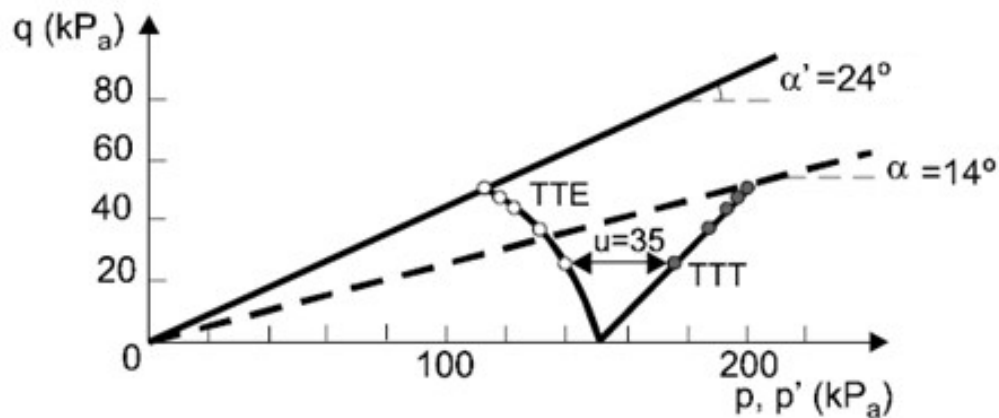
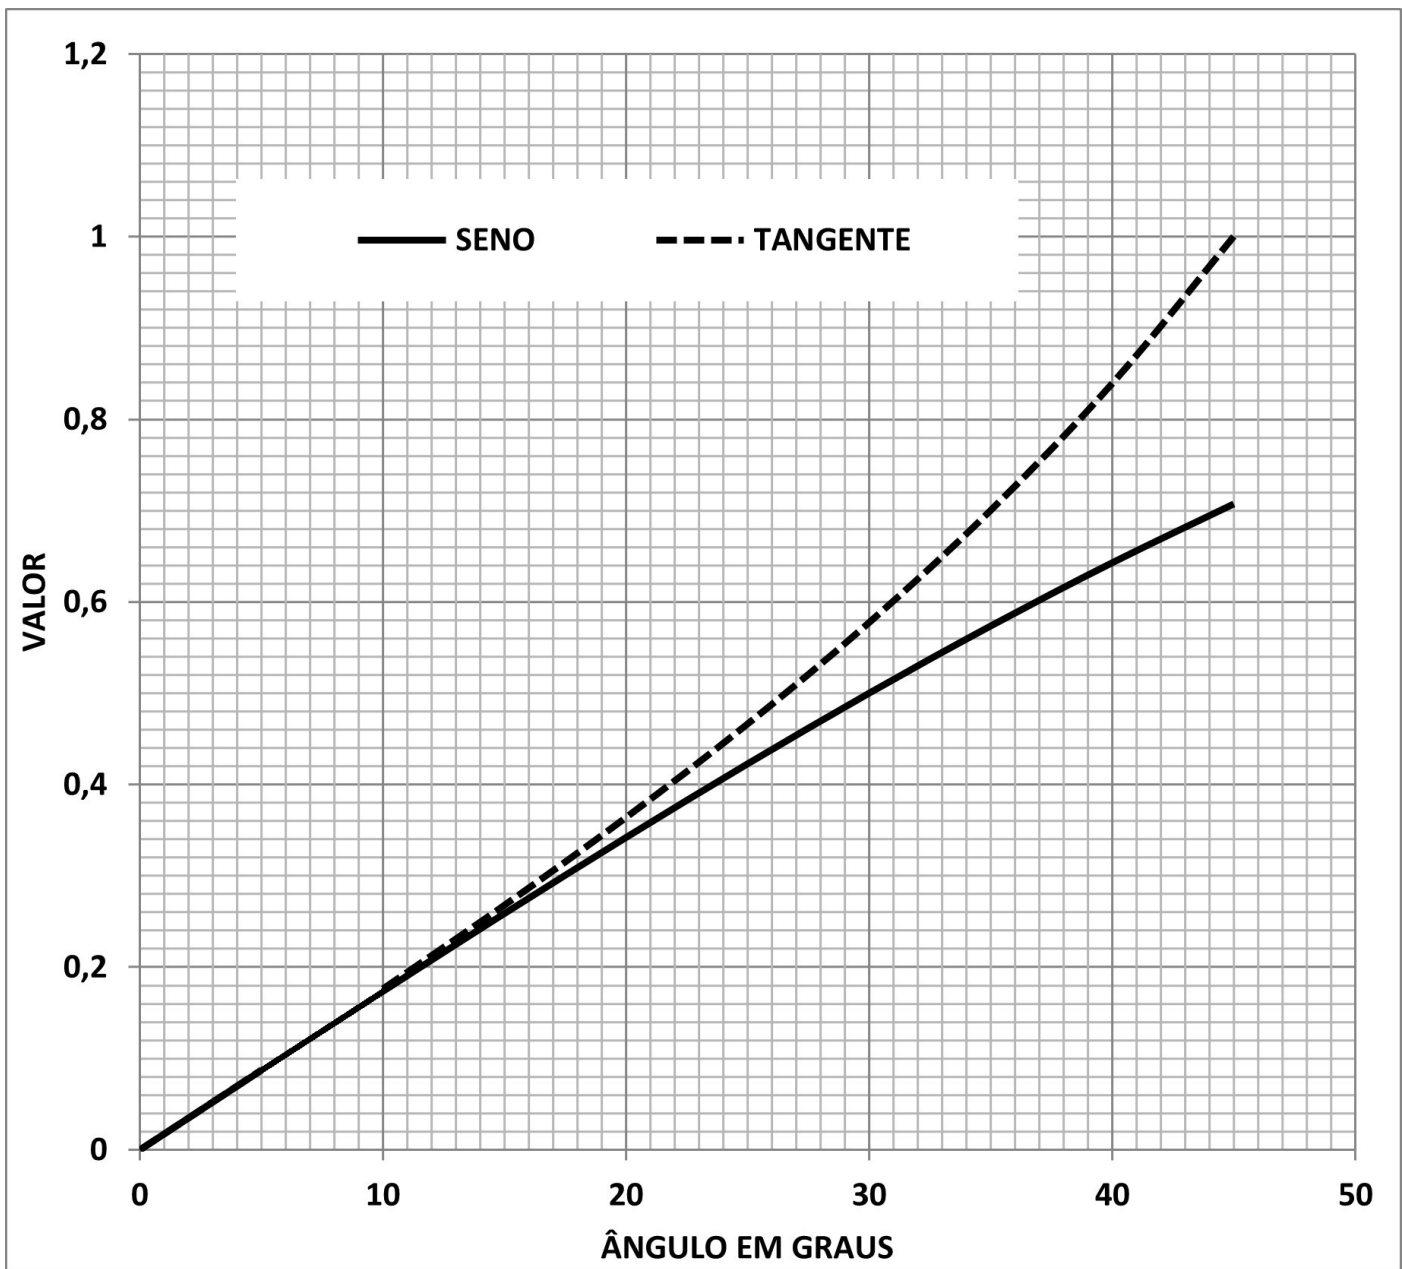

Figura 1 – Resultado do Ensaio
Figura 2 – Ábaco das funções sen e tg
Na Figura 1 é apresentado o resultado, nos planos p:q e p':q, de um ensaio triaxial executado em uma argila, em que:
- Com base no ábaco da Figura 2 e no resultado mencionado na Figura 1, qual o valor do ângulo de atrito efetivo desta argila?